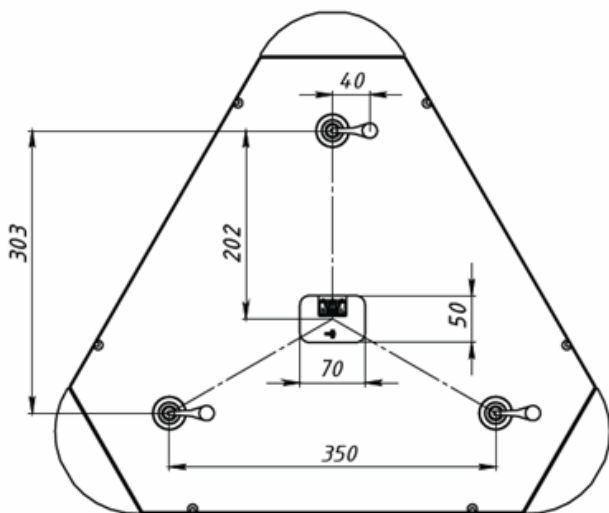

Рис.1
2. На потолочной поверхности, на которой устанавливается светильник, разметить монтажные отверстия в соответствии со схемой, Рисунок 1: